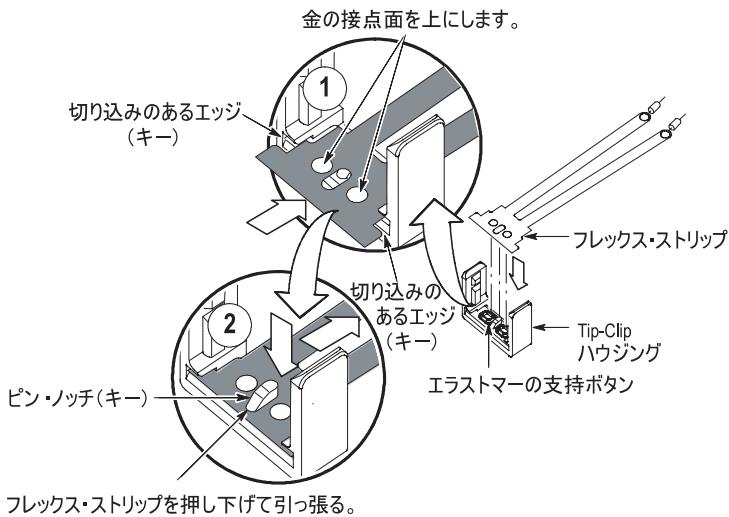

図 19：フレックス・ストリップの再取り付け
1. 2 つのエラストマー支持ボタンが Tip-Clip ハウジングに配置されていることを確認します。図 19 の 1 に示すように、フレックス・ストリップと Tip-Clip ハウジングを置きます。